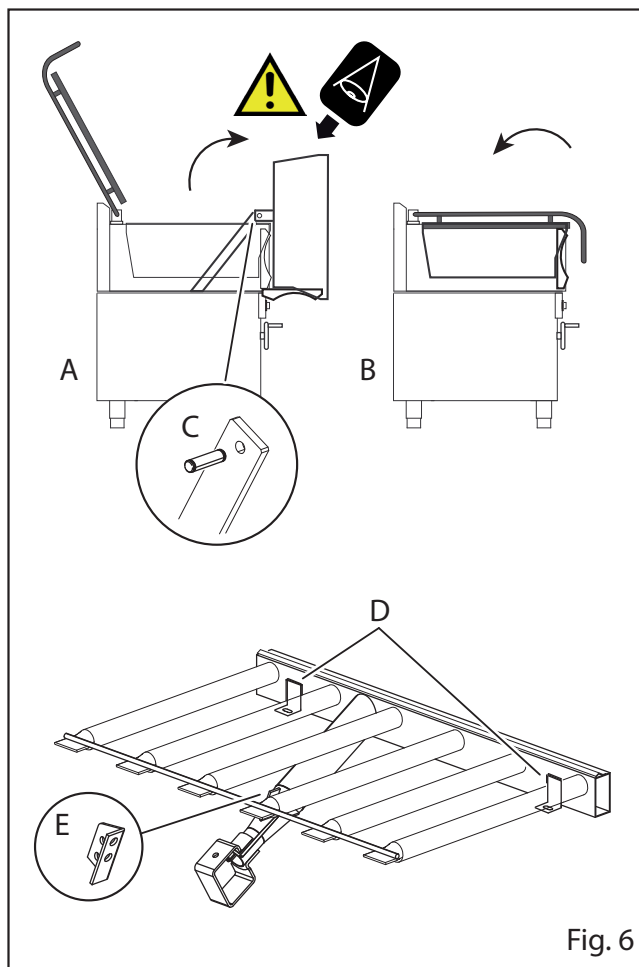

Fig. 6
- Use o volante e coloque o depósito na posição vertical (Fig. 6/A)
- Desaparafuse a fixação do prolongamento do virador (Fig. 6/C)
- Desaparafuse a esquadria do corpo piloto e as fixações do queimador (por ex. Fig. 6/D+E)
- Coloque o depósito na posição horizontal (Fig. 6/B)
- Desaparafuse a fixação do queimador e a esquadria do corpo piloto (Fig. 6/D+E)